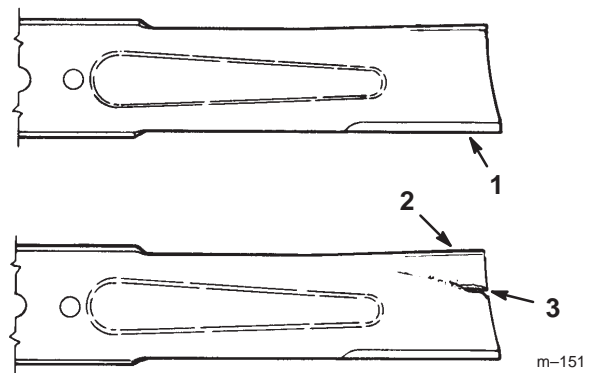

Figure 29
1. Inspectez les tranchants des lames (Fig. 29). Si les lames ne sont pas tranchantes ou si elles présentent des indentations, déposez-les et aiguiser-les (voir Aiguisage des lames, page 32).
2. Inspectez les lames, surtout la partie incurvée (Fig. 29). Remplacez immédiatement toute lame endommagée, usée ou qui présente une entaille (repère 3 de la Fig. 29).